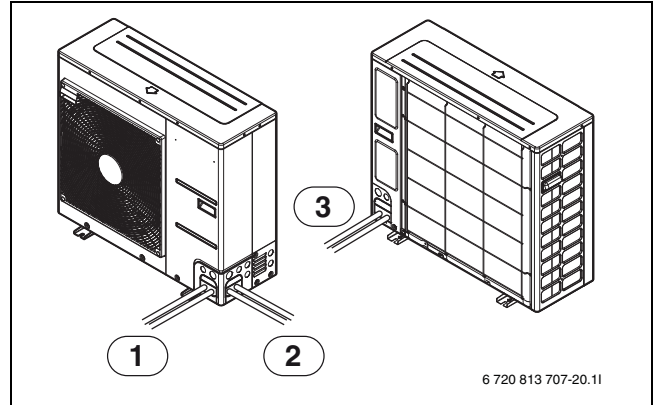

Fig. 21
- Rør kan tilsluttes i fire retninger. Anvendelige retninger se figuren (→ fig. 21 og 22).